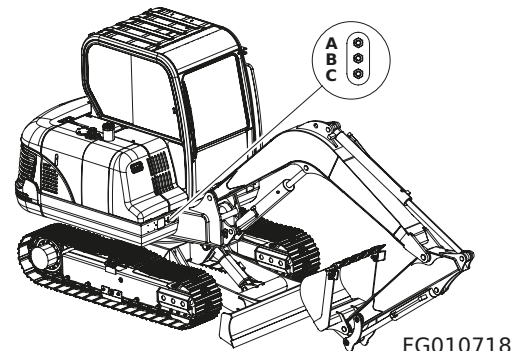

Figura 27
1. Cabeza del cilindro de oscilación del voladín (C, Figura 27 - 1 punto).
1. Inyecte dos o tres movimientos de grasa a través del conector de grasa (A, Figura 27).
1. Inyecte grasa a través de las tapetas de lubricación (B, Figura 27) utilizando una pistola de grasa.